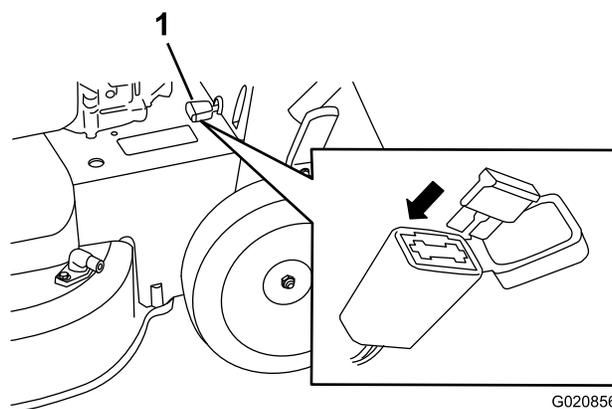

Рисунок 33
1. Откройте герметичный держатель предохранителя и замените предохранитель (Рисунок 33).